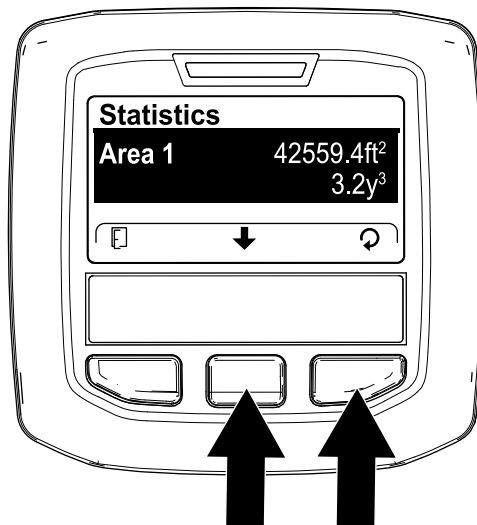

Figura 106
1. În ecranul STATISTICS (Statistici), apăsai butonul central InfoCenter până când este selectată opțiunea AREA 1 (Zona 1) (Figura 106).